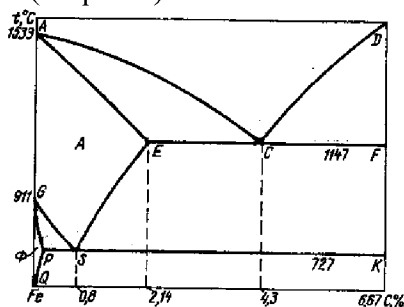

Рис.2
6. Какое превращение происходит в точке G на диаграмме «железо – цементит»? (см рис.2)
7. Какая линия на диаграмме «железо-цементит» соответствует выделению третичного цементита (см.рис.2)?